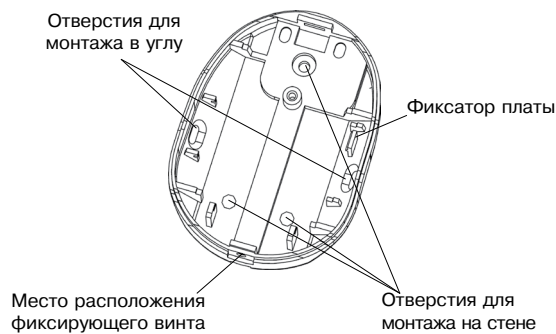

Рисунок 1
- снимите печатную плату, отжав удерживающий ее фиксатор (см. рисунок 1);
- просверлите в основании корпуса отверстия (см. рисунок 1), которые будут использоваться для прокладки проводов и крепления извещателя;